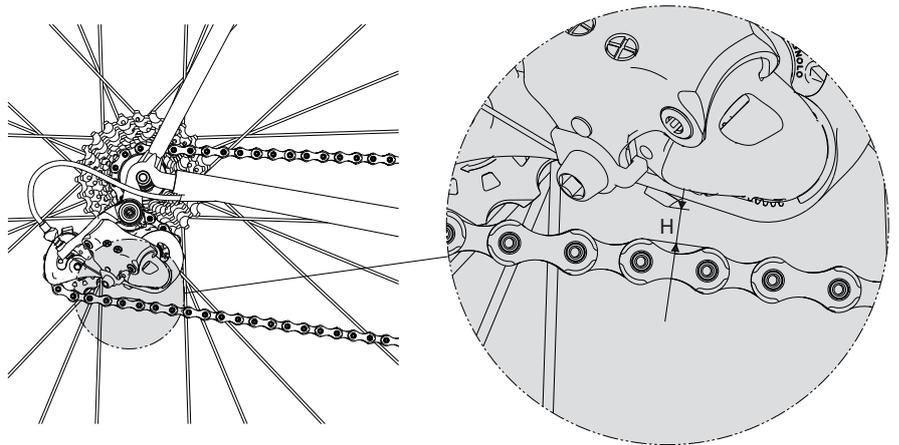

Abb.2
· Die richtige Länge der Kette bestimmen, indem Sie sie auf dem kleinsten Ritzel und Kettenrad positionieren. Dabei sicherstellen, dass Wert H (Abb. 2), der Abstand zwischen unterem Teil des Schwenkbügels und oberem Teil der Kette, ca. 10 - 15 mm beträgt.
• Die richtige Länge der Kette bestimmen, indem Sie sie auf dem kleinsten Ritzel und Kettenrad positionieren. Dabei sicherstellen, dass Wert H (Abb. 2), der Abstand zwischen unterem Teil des Schwenkbügels und oberem Teil der Kette, ca. 10 - 15 mm beträgt.